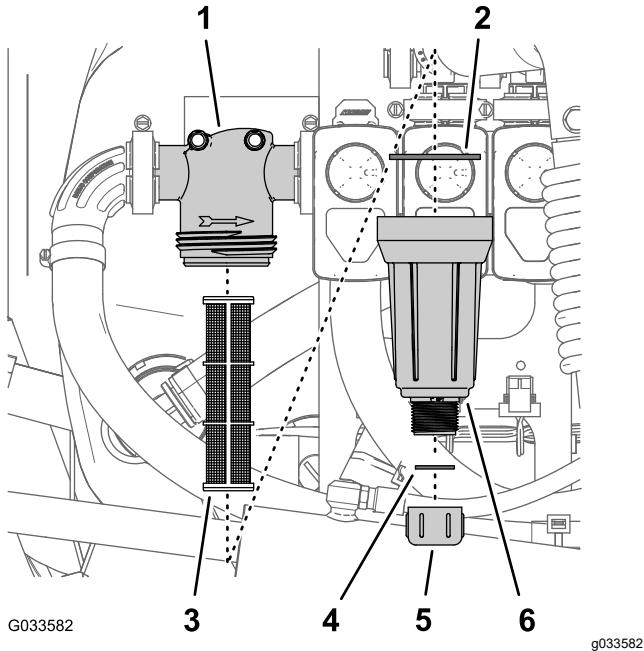

Bild 96
- Stellen Sie eine Auffangwanne unter den Druckfilter (Bild 96).
- Drehen Sie die Ablassschraube nach links und nehmen sie von der Glocke des Druckfilters ab (Bild 96).
- Drehen Sie die Glocke nach links und nehmen den Filterkopf ab (Bild 96).
- Entfernen Sie den Druckfiltereinsatz (Bild 96).
- Prüfen Sie die Dichtung für die Ablassschraube (in der Glocke) und die Dichtung für die Glocke (im Filterkopf) auf Beschädigungen und Abnutzung (Bild 96).
- Setzen Sie den Druckfiltereinsatz in den Filterkopf ein (Bild 96).
- Befestigen Sie die Glocke am Filterkopf und ziehen sie mit der Hand an (Bild 96).
- Befestigen Sie die Ablassschraube am Anschlussstück unten an der Glocke und ziehen sie mit der Hand an (Bild 96).